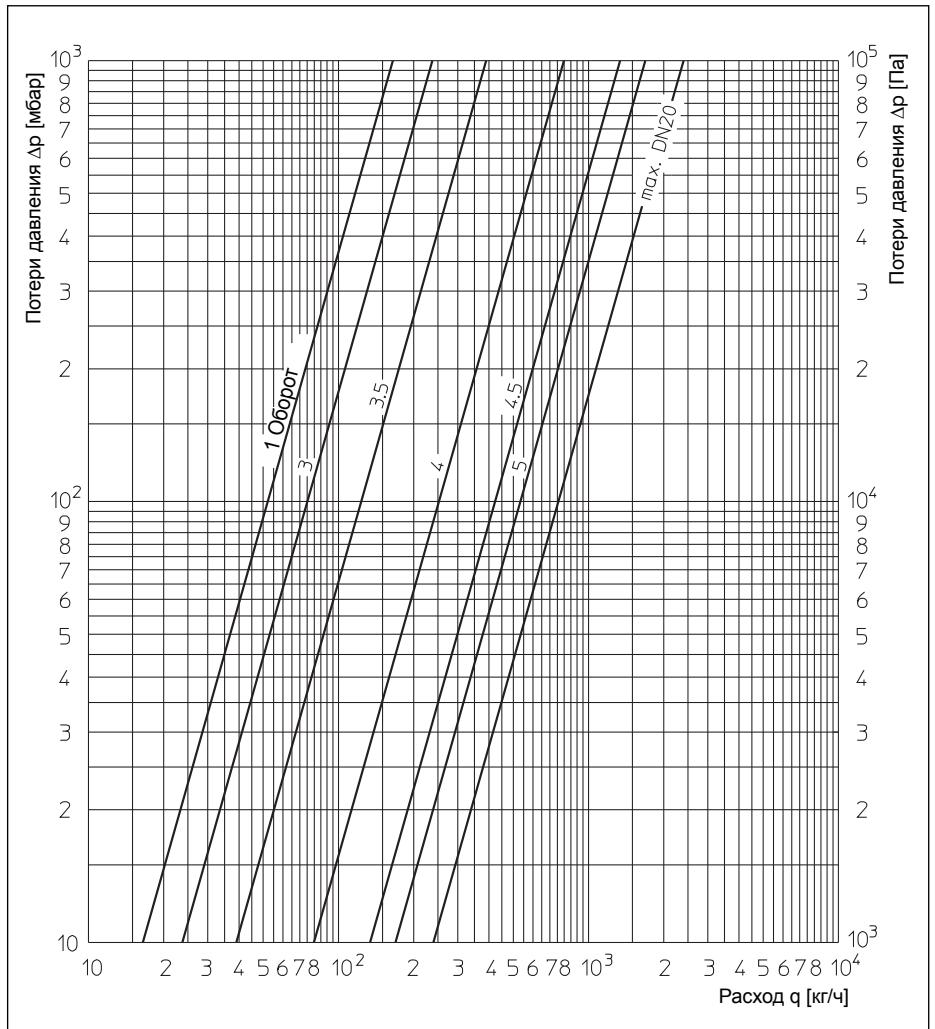

Рис. 9.1: Диаграмма настроек регулирующего вентиля
- Значение настройки определяют по диаграмме (рис. 9.1)